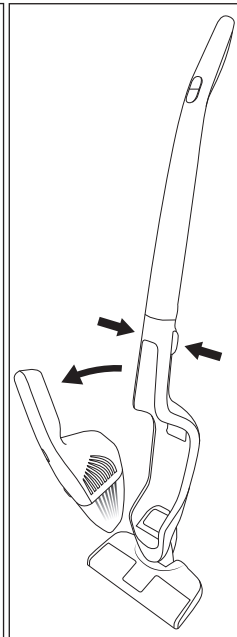

Fig. 3
- 4) Tire de la pieza manual **3** hacia arriba/delante para extraerla del alojamiento para la pieza manual **13** (fig. 3).